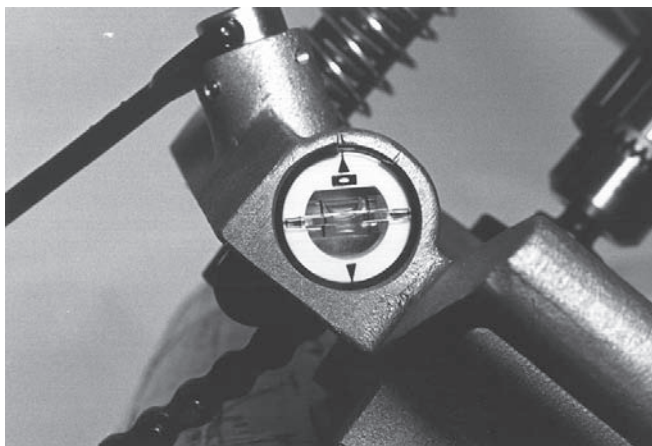

Figura 6 – Sticla de nivel a dispozitivului de perforare HC-450
4. Baza dispozitivului de perforare HC-450 include o sticlă de nivel care poate fi utilizată pentru a alinia o serie de orificii. Când dispozitivul de perforare este plasat la unghiul dorit, sticla de nivel poate fi rotită la poziția orizontală, și orificiile următoare pot fi obținute la același unghi prin orizontalizarea dispozitivului de perforare cu sticla de nivel. (Vezi figura 6.)